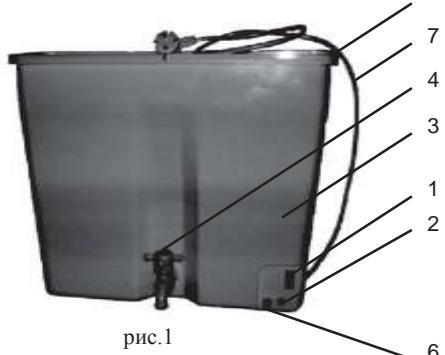

рис.1
5.1. Электроводонагреватель состоит из (см. рис. 1): пластмассового корпуса (бака) (3), пластмассовой крышки (5), крана (4), выключателя сигнальной лампой (1), индикатора включения ТЭНа (2), ручки терморегулятора (6), сетевого шнура с вилкой (7).